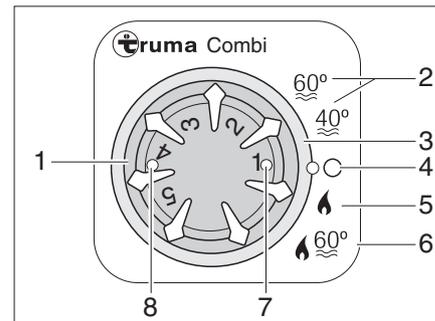

Fig. 82 Unité de commande pour chauffage/chauffe-eau
- ▶ Régler le mode de fonctionnement avec l'interrupteur rotatif (Fig. 82,3).
En mode de fonctionnement "Chauffage et chauffe-eau" (Fig. 82,6), l'eau du chauffe-eau est également chauffée. Le chauffage peut être exploité avec un chauffe-eau vide dans le mode de fonctionnement "Chauffage sans chauffe-eau" (Fig. 82,5).
- ▶ Régler le bouton tournant de température (Fig. 82,1) de l'unité de commande sur le niveau de chauffage désiré.
- ▶ Régler l'interrupteur rotatif (Fig. 82,3) sur régime hiver "Chauffage sans chauffe-eau" (Fig. 82,5) ou sur régime hiver "Chauffage et chauffe-eau" (Fig. 82,6).
Le voyant de contrôle vert (Fig. 82,7) s'allume. Le ventilateur à air pulsé s'enclenche automatiquement lorsque le chauffage est mis en marche.
- ▶ Régler l'interrupteur tournant (Fig. 82,3) sur "O" (Fig. 82,4).